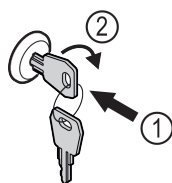

Fig. 144 Immagine a titolo di esempio
- Inserire la chiave Fig. 144 (1).
- Ruotare la chiave di 90° in senso orario Fig. 144 (2).